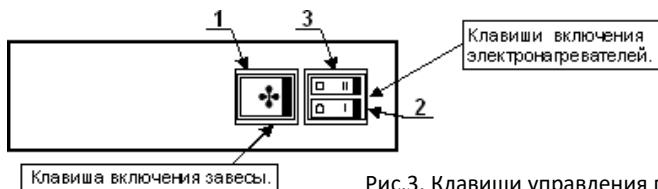

Рис.3. Клавиши управления прибором
2. Включение. Установите клавишу 1 в положение * (см. рис. 3), при этом начинает работать вентилятор. Нажатие на любую из клавиш 2 или 3 включает половину мощности. Режим полной тепловой мощности включается нажатием на обе клавиши 2 и 3.